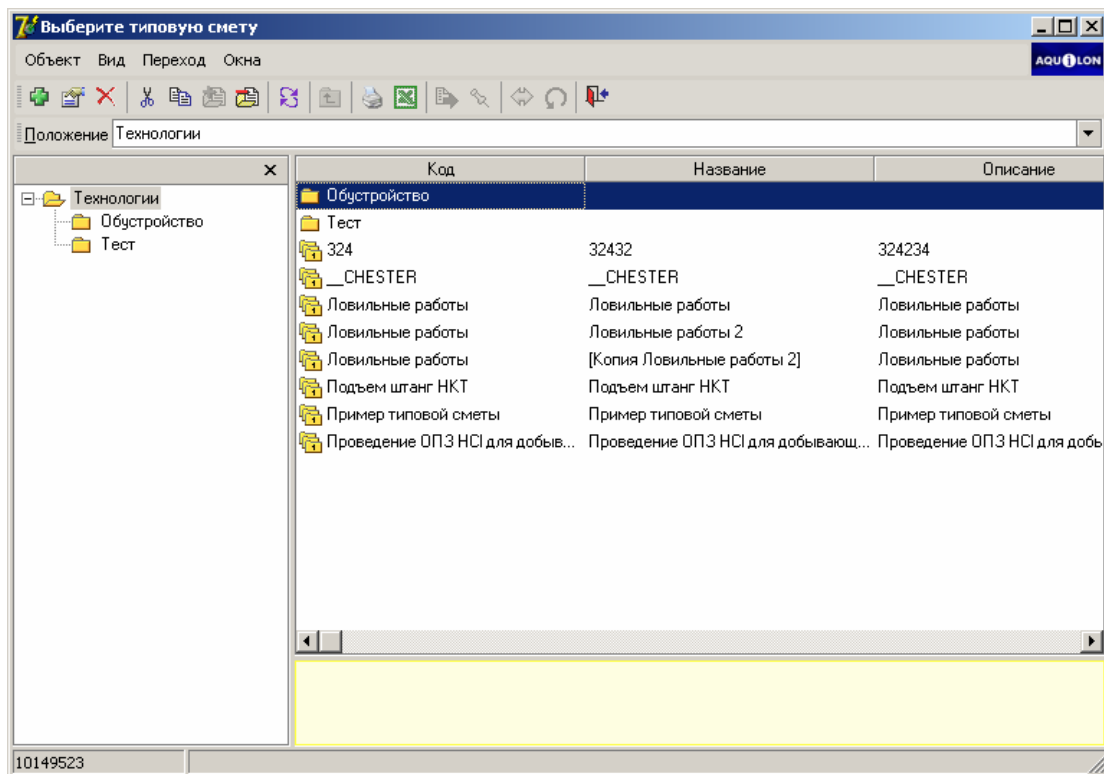

Рисунок 1.24.
- Щелкните по значку  рядом с кнопкой  (рис.1.23.). В открывшемся выпадающем списке  выберите пункт «Добавить типовую смету». Откроется справочник типовых смет (рис.1.24.)